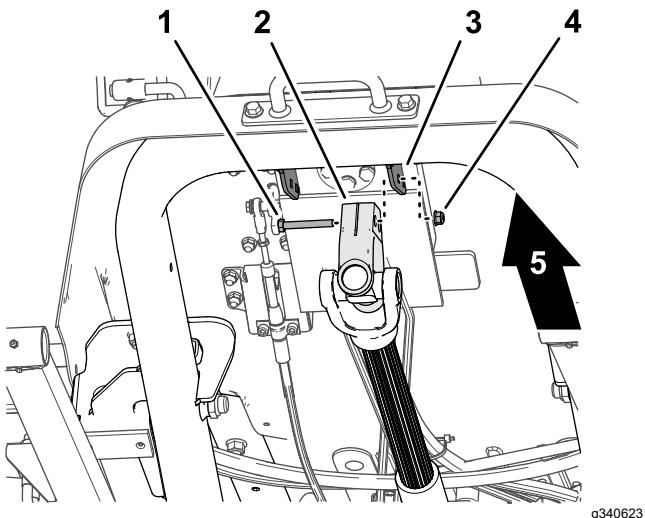

Figure 14
1. Soutenez l'arbre d' entraînement, puis retirez la vis et le contre-écrou qui fixent la chape de l'arbre sur le support de fixation du distributeur de direction (Figure 14), et abaissez l'arbre avec précaution.